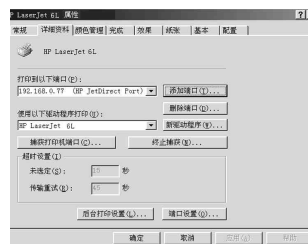

图7 “详细资料”标签
- (1)双击“我的电脑\打印机”图标,打开打印机窗口;
- (2)右键单击“HP LaserJet 6L”图标,出现HP打印机的快捷菜单,单击“属性”;
- (3)在“属性”窗口中单击“详细资料”标签,按“添加端口”键(图7),出现“添加端口”窗口;
- (4)在“指定打印机的网络路径”栏